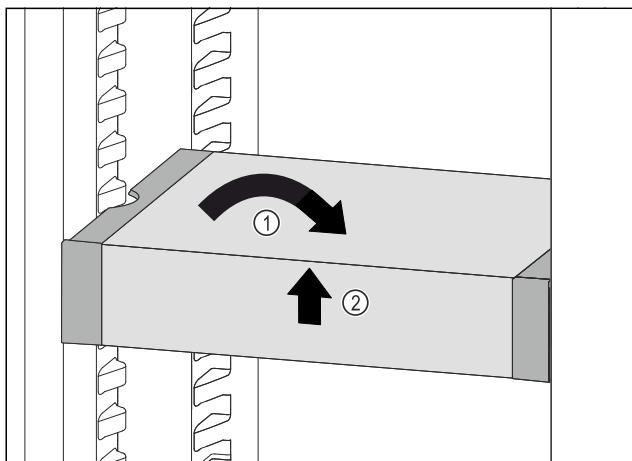

Fig. 74
- Изправете VarioSafe. Fig. 74 (1)
- Повдигнете VarioSafe отпред. Fig. 74 (2)